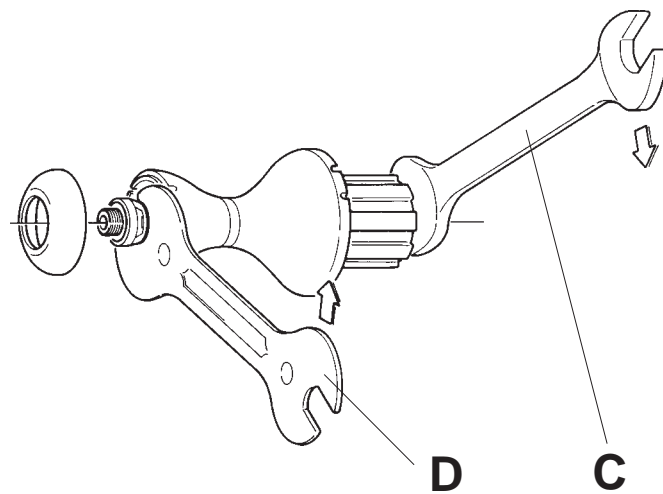

Fig. 59
- Svitare il dado con la chiave fissa da 17 mm (C), contrastando la rotazione del perno con una chiave per coni da 14 mm (D) posta sul cono del lato opposto (Fig. 59) o bloccando il lato opposto alla ruota libera del perno nell'attrezzo UT-HU020 con una morsa.
- Dévissez l'écrou en utilisant la clé à ouverture fixe de 17 mm (C), en empêchant la rotation de l'axe avec une clé à cônes de 14 mm (D) placée sur le cône du côté opposé (Fig. 59) ou en bloquant le côté opposé à la roue libre de l'axe dans l'outil UT-HU020 avec un étau.
- Unscrew the nut using a 17 mm fixed wrench (C), counteracting the rotation of the axle with a 14 mm cone wrench (D) placed on the cone on the opposite side (Fig. 59) or by locking the side opposite the axle freewheel in tool UT-HU020 with a vise.
- Desenroscar la tuerca con la llave fija de 17 mm (C), obstaculando la rotación del eje con una llave para conos de 14 mm (D), puesta en el cono del lado contrario (Fig. 59) o bloqueando el lado opuesto a la rueda libre del eje en el utensilio UT-HU020 con un tornillo.
- Die Mutter mit dem 17 mm Maulschlüssel (C) lockern. Um der Drehbewegung der Achse entgegenzuwirken, einen 14 mm Konusschlüssel (D) auf den Konus der gegenüberliegenden Seite (Abb. 59) aufsetzen oder die dem Freilaufkörper gegenüberliegende Achsenseite, mit dem Werkzeug UT-HU020 im Schraubstock blockieren.
- Draai de moer los met behulp van een 17 mm sleutel, hierbij de as vasthouden met een 14 mm conus-sleutel (D) op de conus aan de andere zijde (fig. 59) of door de linkerzijde van de as vast te houden met het gereedschap UT-HU020 met een schroef.